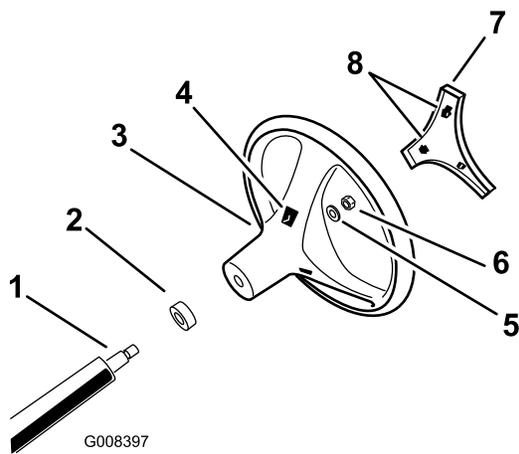

Bild 3
5. Befestigen Sie das Lenkrad mit der Mutter an der Welle (Bild 3).